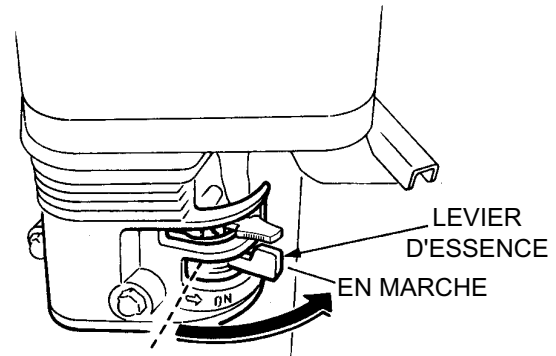

Figure 12. Levier du robinet à carburant du moteur (EN MARCHÉ)
1. Placez le levier de la valve à carburant du moteur (Figure 12) en position «EN MARCHÉ».